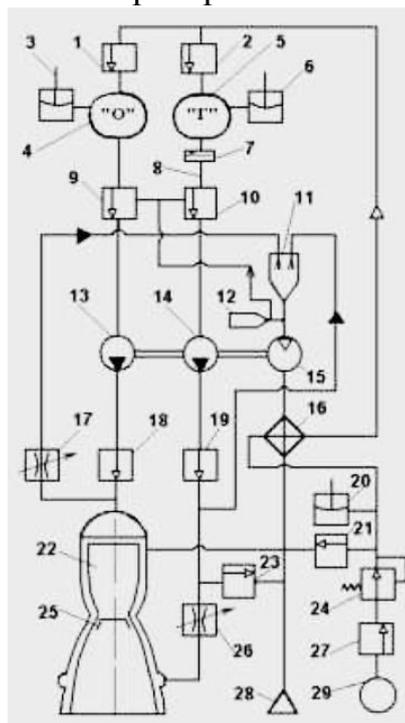

РИСУНОК 1
8. Чем на схеме (рисунок 1) производится наддув баков?